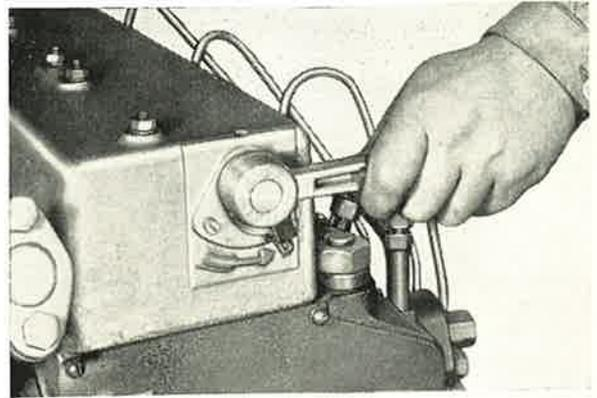

Abb. 52
- a) Den Dekompressorhebel waagrecht stellen, der Zeiger weist auf das Zeichen -D- (Abb. 52).